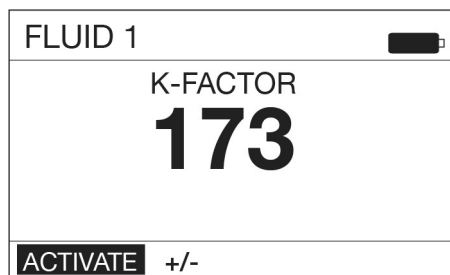

FIG. 59
2. Si el medidor reconoce el cupón de calibración, aparecerá la pantalla de configuración mostrada en la FIG. 59.
3. Aparecerá la pantalla del factor K que se muestra en la FIG. 59. El número mostrado en la pantalla es el factor K que el medidor está utilizando en ese momento. Una vez terminado el procedimiento de calibración, este número puede ser igual o diferente a lo que muestra actualmente la pantalla.